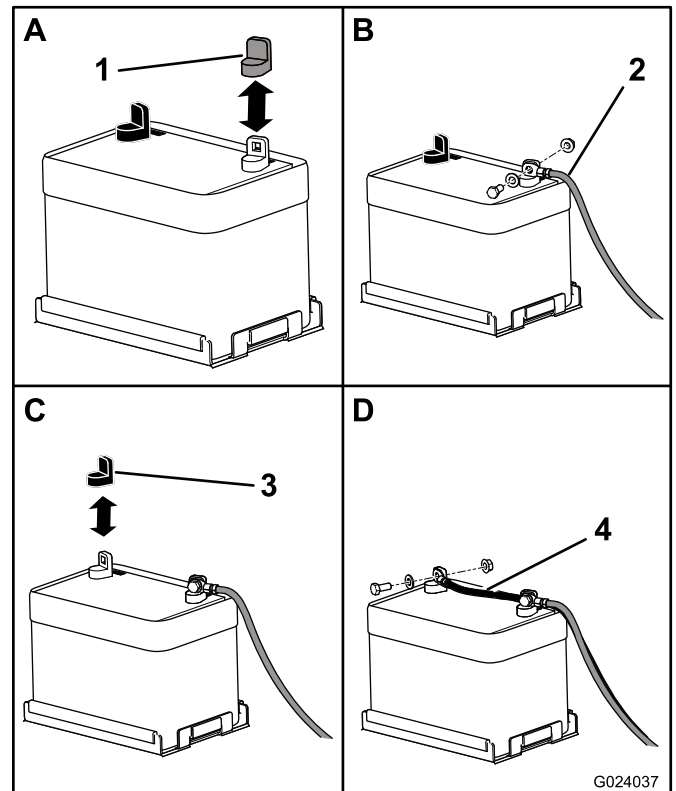

Figura 3
1. Rimuovete il cappuccio di plastica rosso dal morsetto positivo della batteria (Figura 3).